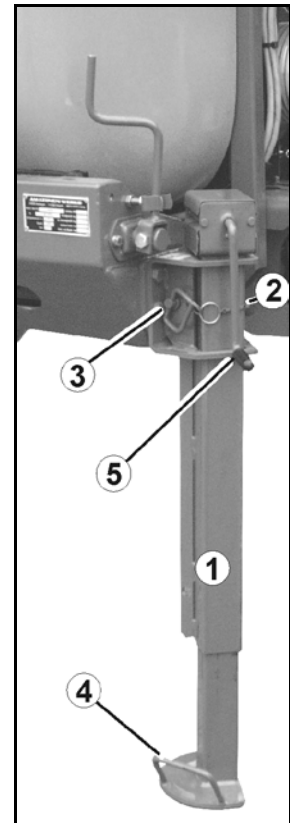

Fig. 43
Béquille avec manivelle (Fig. 43/1):
1. Desserrez la goupille d'arrêt (Fig. 43/2).
2. Sortez l'axe (Fig. 43/3).
3. Relevez / abaissez la béquille à l'aide de la poignée (Fig. 43/4).
5. A l'aide de la manivelle (Fig. 43/5),